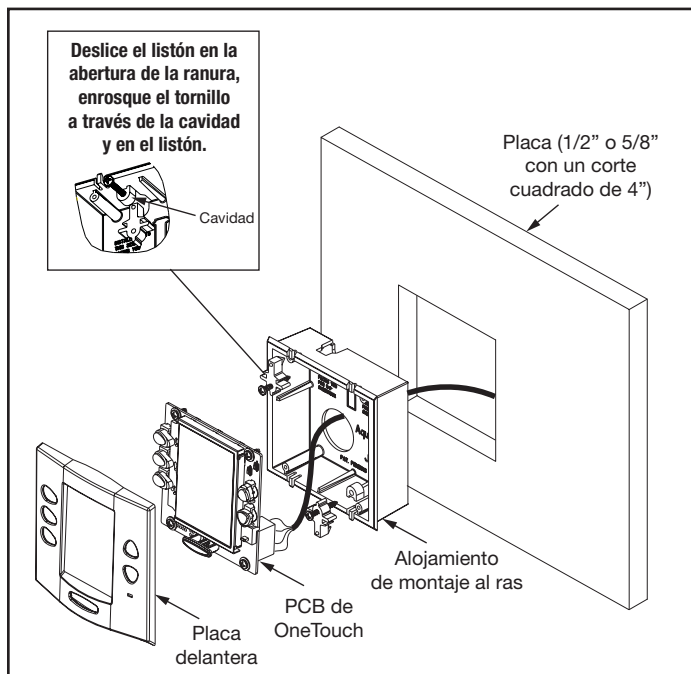

Figura 26. Instalación con montaje al ras de OneTouch
4. Coloque el cable de 4 conductores a través del orificio de la pared y del orificio de la caja de montaje al ras. Coloque la caja de montaje al ras en el orificio de la pared con la orientación correcta (consulte la Figura 26).
6. Inserte un tornillo a través de la cavidad para tornillos (consulte la Figura 26). Coloque un listón en el orificio superior con forma de "U". Apriete el tornillo con la mano y repita el proceso con el listón inferior.